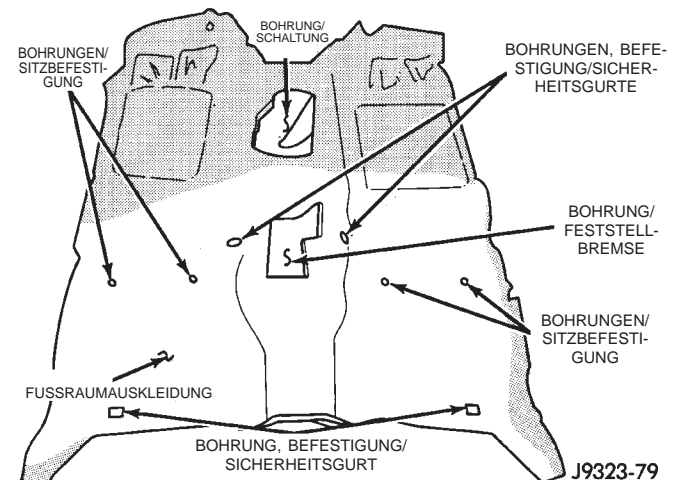

Abb. 52 Fußraumauskleidung und Matte vorn
- (1) Die unteren Verkleidungen von der B-Säule abbauen.
- (2) (Wo erforderlich), Vorder- und Rücksitze abbauen.
- (3) Nach Bedarf Verkleidungen und Formteile abbauen.
- (4) Mittelkonsole abbauen.
- (5) Alle anderen Bauteile abbauen, die damit im Eingriff stehen.
- (6) Fußraumauskleidung und Matte vom Bodenblech abnehmen (Abb. 52).